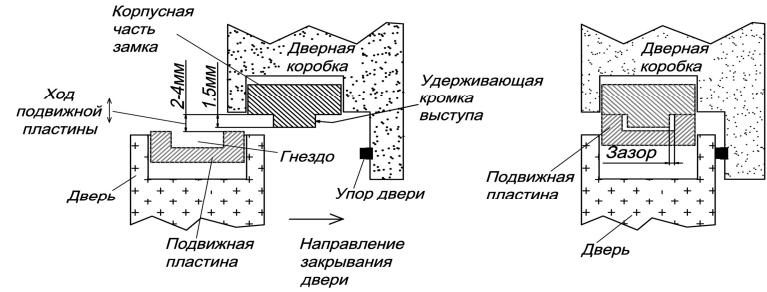

Рис.7
5.6 В закрытом положении двери между рабочими кромками на удерживающем выступе и в гнезде должен сохраняться гарантированный ЗАЗОР. При этом подвижная пластина якоря не должна защемляться из-за влияния уплотнения двери, деформации дверного полотна, неточной навески петель и других факторов создающих «отдачу» двери при закрывании (Рис.7).